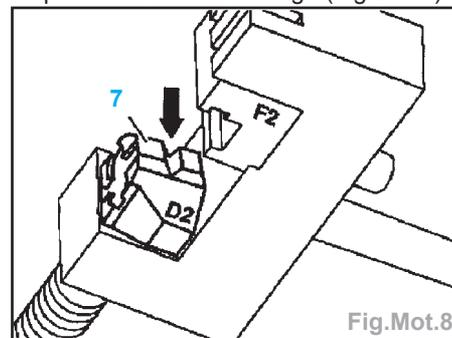

Fig.Mot.8
- déposer l'outil de rivetage (5), puis retourner l'enclume amovible (7) pour présenter le côté rivetage (Fig.Mot.8).